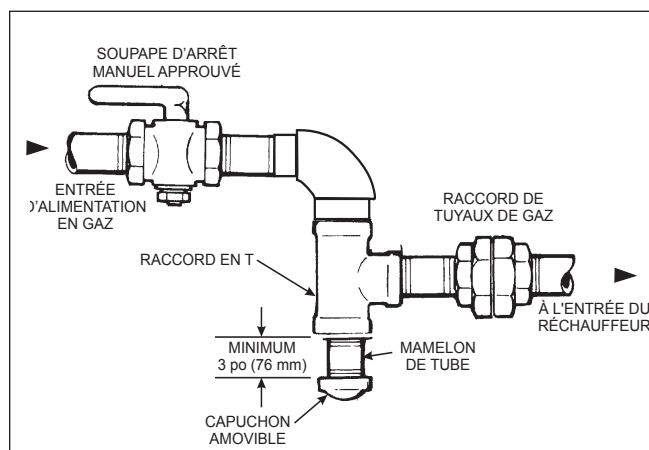

Figure 6. Configuration appropriée pour une trappe à sédiments/collecteur de condensats
- Installer un bassin de décantation (collecteur de condensats) à l'avant des commandes de gaz (Voir Figure 6). Régler la trappe avec le couvercle pouvant se retirer pour le nettoyage.